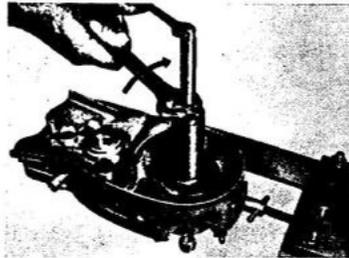

Abb. 46 Kurbelwelle in die linke Gehäusehälfte einziehen VI / 57 / 884
4. Kurbelwelle mit Einziehvorrichtung, Teile-Nr. 0101-73500-00.1, in die linke Gehäusehälfte, wie Abb. 46 zeigt, einziehen.